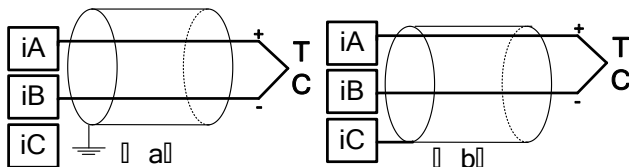

图 4-2-11 热电偶输入接线方法
(2) 热电偶传感器：热电偶传感器输入（如 K 型）为两线制接线方式，建议采用  $0.5\text{mm}^2$  规格的双芯屏蔽补偿导线，将热电偶传感器的正极和负极分别连接到 iA 端子和 iB 端子。屏蔽端可以连接电源地，如图 4-2-11 (a) 所示。也可以连接在控制器的测量地 iC 端子上，如图 4-2-11 (b) 所示。